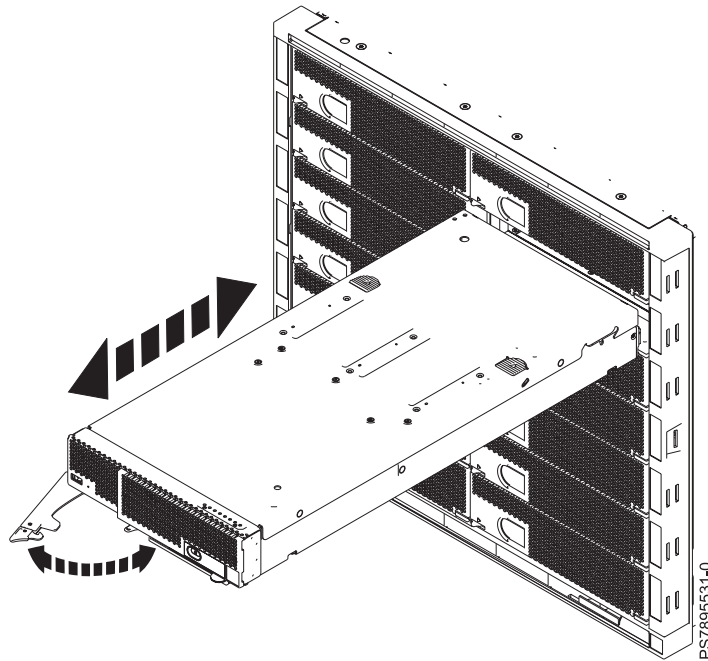

Figure 8. Retrait du noeud de traitement du châssis IBM Flex System Enterprise
5. Ouvrez les poignées de déverrouillage comme indiqué dans la figure 8, à la page 39. Le noeud de traitement IBM Flex System p260 n'a qu'une seule poignée de déverrouillage. Le noeud de traitement IBM Flex System p460 comporte deux poignées de déverrouillage. Le noeud de traitement peut être sorti de la baie d'environ 0,6 cm.